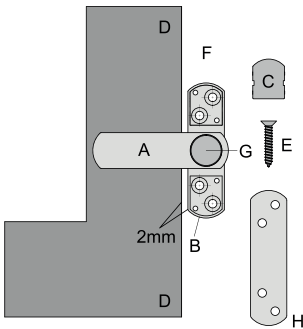

Abbildung 3: Montage des Befestigungsblocks
- 2 Legen Sie den Riegel (A) der Zusatzsicherung um (siehe Abbildung 3) und entfernen Sie die Abdeckkappen (C).
- 3 Positionieren Sie den Befestigungsblock (B) auf dem Fensterrahmen (F). Achten Sie dabei auf 2 mm Abstand zwischen Fensterflügel (D) und dem Befestigungsblock (B). Die mitgelieferte 2 mm Distanzplatte (H) kann dabei als Hilfsmittel zur Abstandsermittlung verwendet werden.
- 4 Zeichnen Sie die 4 Bohrlöcher für die Befestigungsschrauben (E) an.
- 5 Anschließend bohren Sie die Bohrlöcher mit einem Bohrer Ø 3 mm vor und schrauben Sie den Befestigungsblock (B) mit den selbstschneidenden Schrauben (E) fest am Fensterrahmen (F).
- 6 Damit der Riegel (A) beim Ver- und Entriegeln nicht über den Fensterflügel schleift, müssen Sie evtl. die mitgelieferten Distanzplatten (H) zum Höhenausgleich verwenden.
- 7 Abschließend drücken Sie die 2 Abdeckkappen (C) wieder auf die Aussparung für die Befestigungsschrauben (E).